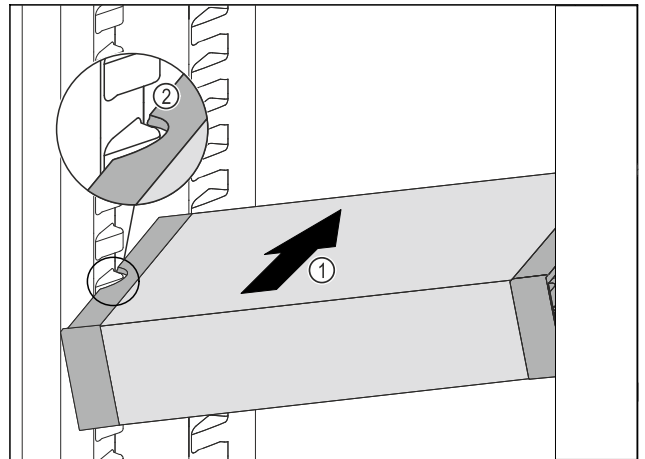

Fig. 106
- VarioSafe schräg in das Kühlteil einschieben Fig. 106 (1), bis sich die seitlichen Aussparungen Fig. 106 (2) des VarioSafes auf Höhe der Behälterrippe im Kühlteil befinden.